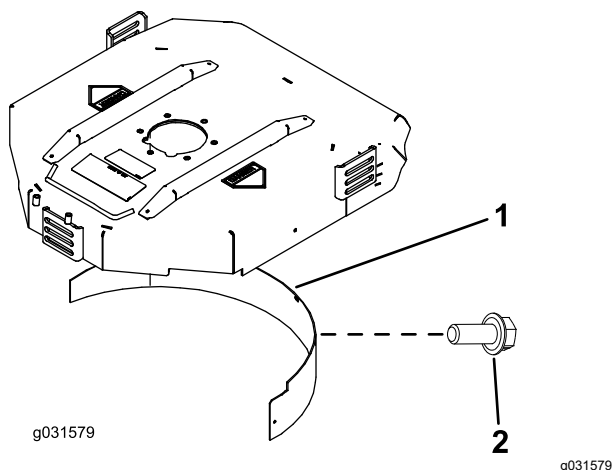

Figure 9
2. Montez le déflecteur de déchetage dans l'ouverture arrière et fixez-le avec 5 boulons à embase (Figure 9).